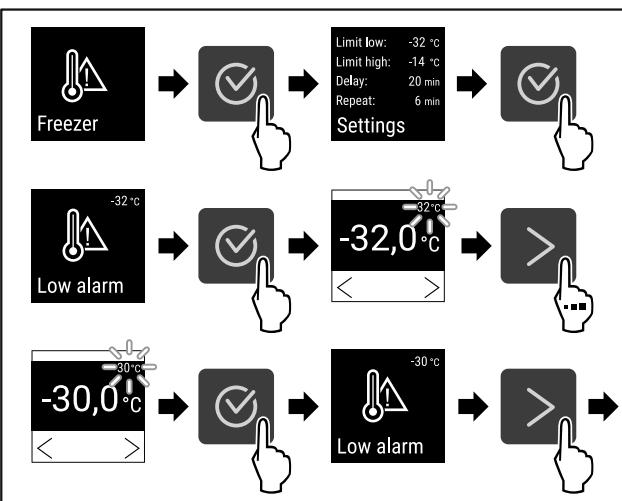

Fig. 97
- Изпълнете стъпките (виж Fig. 97).